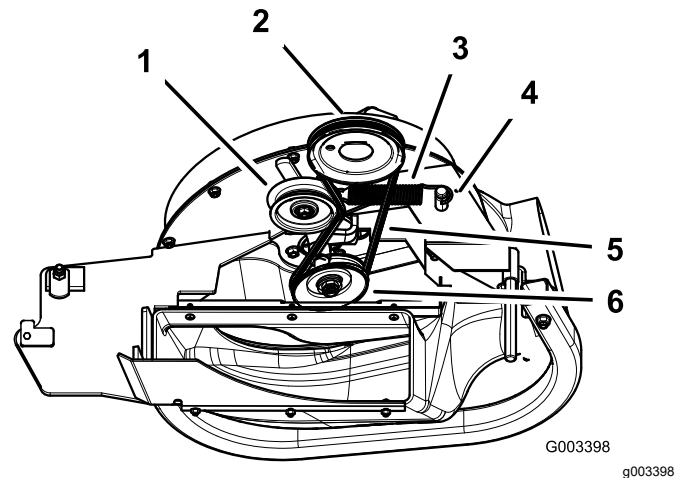

Figura 12
1. Sur les tondeuses de 152 et 183 cm (60 et 72 po), chaussez la courroie sur la poulie de ventilateur (Figura 12).